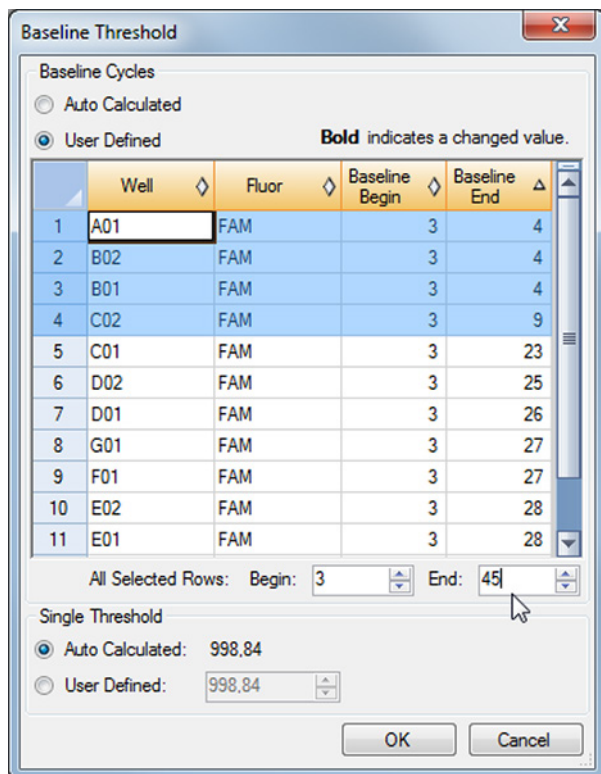

Abb. 5: Dialogfenster Baseline Threshold (Baseline-Schwellenwert)
3. Klicken Sie in der Menüleiste des Fensters Data Analysis (Datenanalyse) auf **Settings** → **Baseline Threshold...** (Einstellungen → Baseline-Schwellenwert...), um das Dialogfenster Baseline Threshold (Baseline-Schwellenwert) zu öffnen (siehe Abbildung 5).
5. Wählen Sie alle Zeilen mit einem **Baseline End** (Baseline-Ende) Wert zwischen 1 und 9 aus (siehe Abbildung 5).
6. Setzen Sie den Wert im Feld **End:** (Ende:) für die ausgewählten Zeilen auf 45 (siehe Abbildung 5).
9. Wiederholen Sie die Schritte 3–7 für die Detektionskanäle VIC™ (IC), ROX™ [Influenza-A(H1N1)pdm09-Virus] und Cy5 (Influenza-B-Virus).